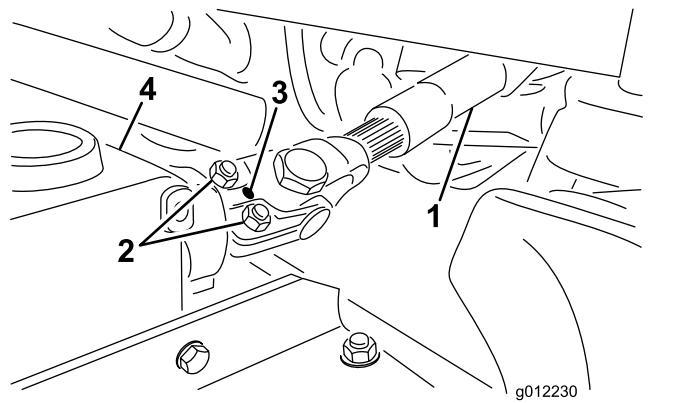

Figura 6
- Inserite l'albero della presa di forza maschio nell'albero della presa di forza femmina (Figura 6). Allineate i fori di montaggio sull'albero di entrata della scatola ingranaggi ai fori sull'albero della presa di forza e unite i due alberi.